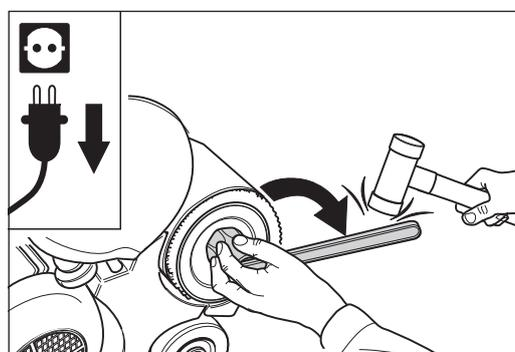

Abb. 46 Lösen der Walzenmutter (**Linksgewinde!**), gegebenenfalls mit einem gedämpften Schlag. **Niemals einen Stahlhammer benutzen!**
- 5 Öffnen Sie mit dem Walzenschlüssel die Walzenmutter. Beachten Sie, dass die Walzenmutter ein **Linksgewinde** besitzt (Abb. 46). Nehmen Sie gegebenenfalls einen Schonhammer zur Hilfe. **Benutzen Sie niemals einen Stahlhammer!**